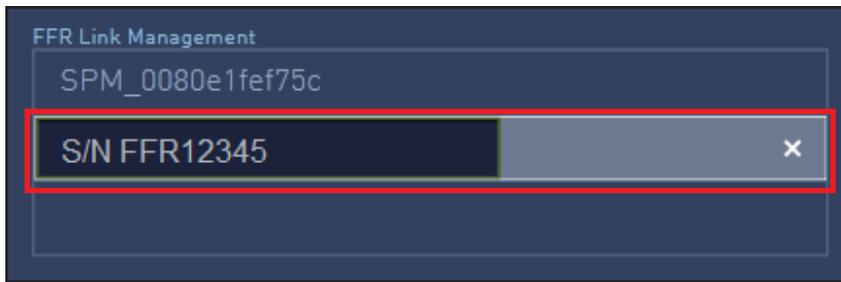

Figure 2-52 FFR Link sélectionné dans le volet FFR Link Management (Gestion des FFR Link).
2. Sélectionner un FFR Link affiché dans le volet **FFR Link Management** (Gestion des FFR Link), comme illustré à la figure 2-52.
1. Sélectionner un nom de FFR Link, comme illustré à la figure 2-52.